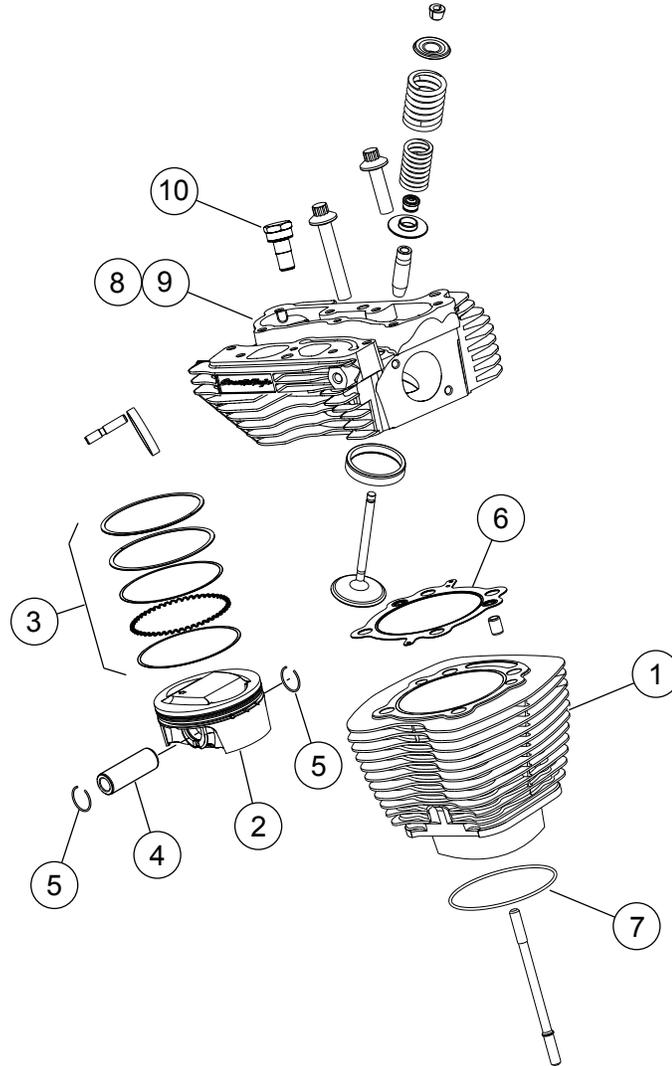
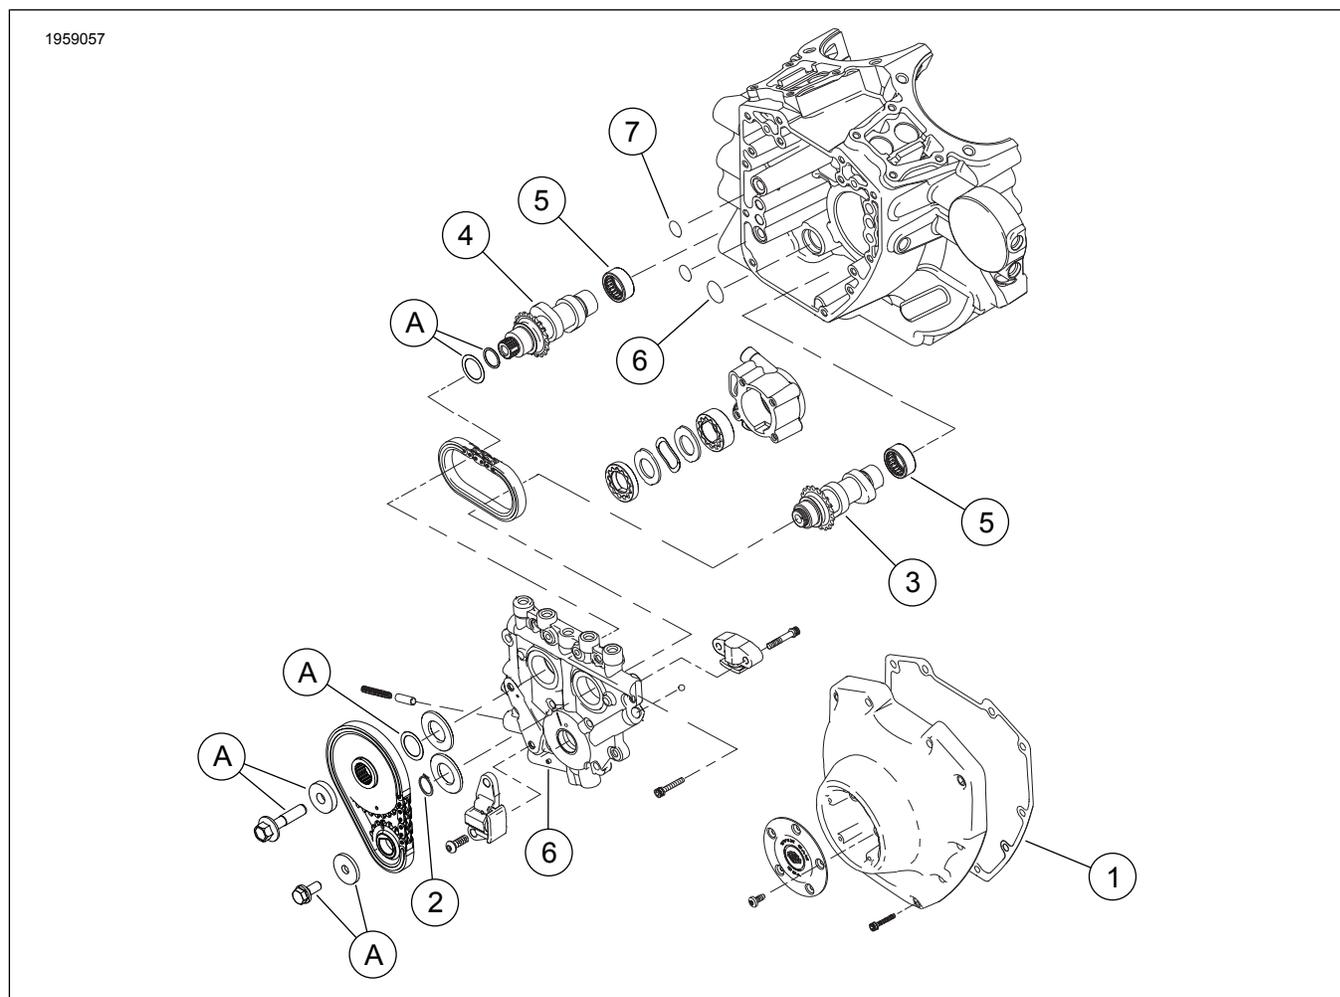

Figure 1. Pièces de rechange : Kit Pro TC 103 CI Stage 4 Screamin' Eagle
Figure 3. Pièces de rechange : Kit Pro TC 103 CI Stage 4 Screamin' Eagle
Voir Figure 1 à Figure 3 , et Tableau 1 à Tableau 3 .
1. Voir Figure 3 . Inspecter les roulements à aiguilles de l'arbre à cames (5) et les remplacer si nécessaire.
2. Voir Figure 1 à Figure 3 . Monter les cames sur la plaque de came, les culasses de performance et la partie supérieure du moteur en utilisant les pièces du kit. Se reporter aux sections MOTEUR concernées dans le manuel d'entretien.